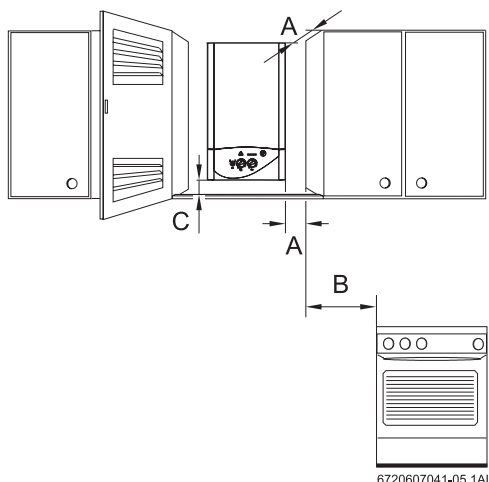

Fig. 7 Distâncias mínimas
- Assegurar o bom acesso nos trabalhos de manutenção, respeitando as distâncias mínimas indicadas na Fig. 7.
A sua implantação deverá obedecer ao indicado na Fig. 7. Se utilizar um tubo de evacuação dos gases de combustão rígido, este deve ser introduzido no anel da chaminé. O diâmetro interno do tubo deve ser igual ou superior 95 mm. Caso utilize um tubo flexível, este deve ser introduzido no exterior do anel da chaminé do aparelho. Utilize a abraçadeira fornecida para prender o tubo flexível ao anel da chaminé. O diâmetro interno do tubo flexível deve ser igual ou superior a 95 mm. Aconselha-se o uso do tubo flexível standard de 100 mm.